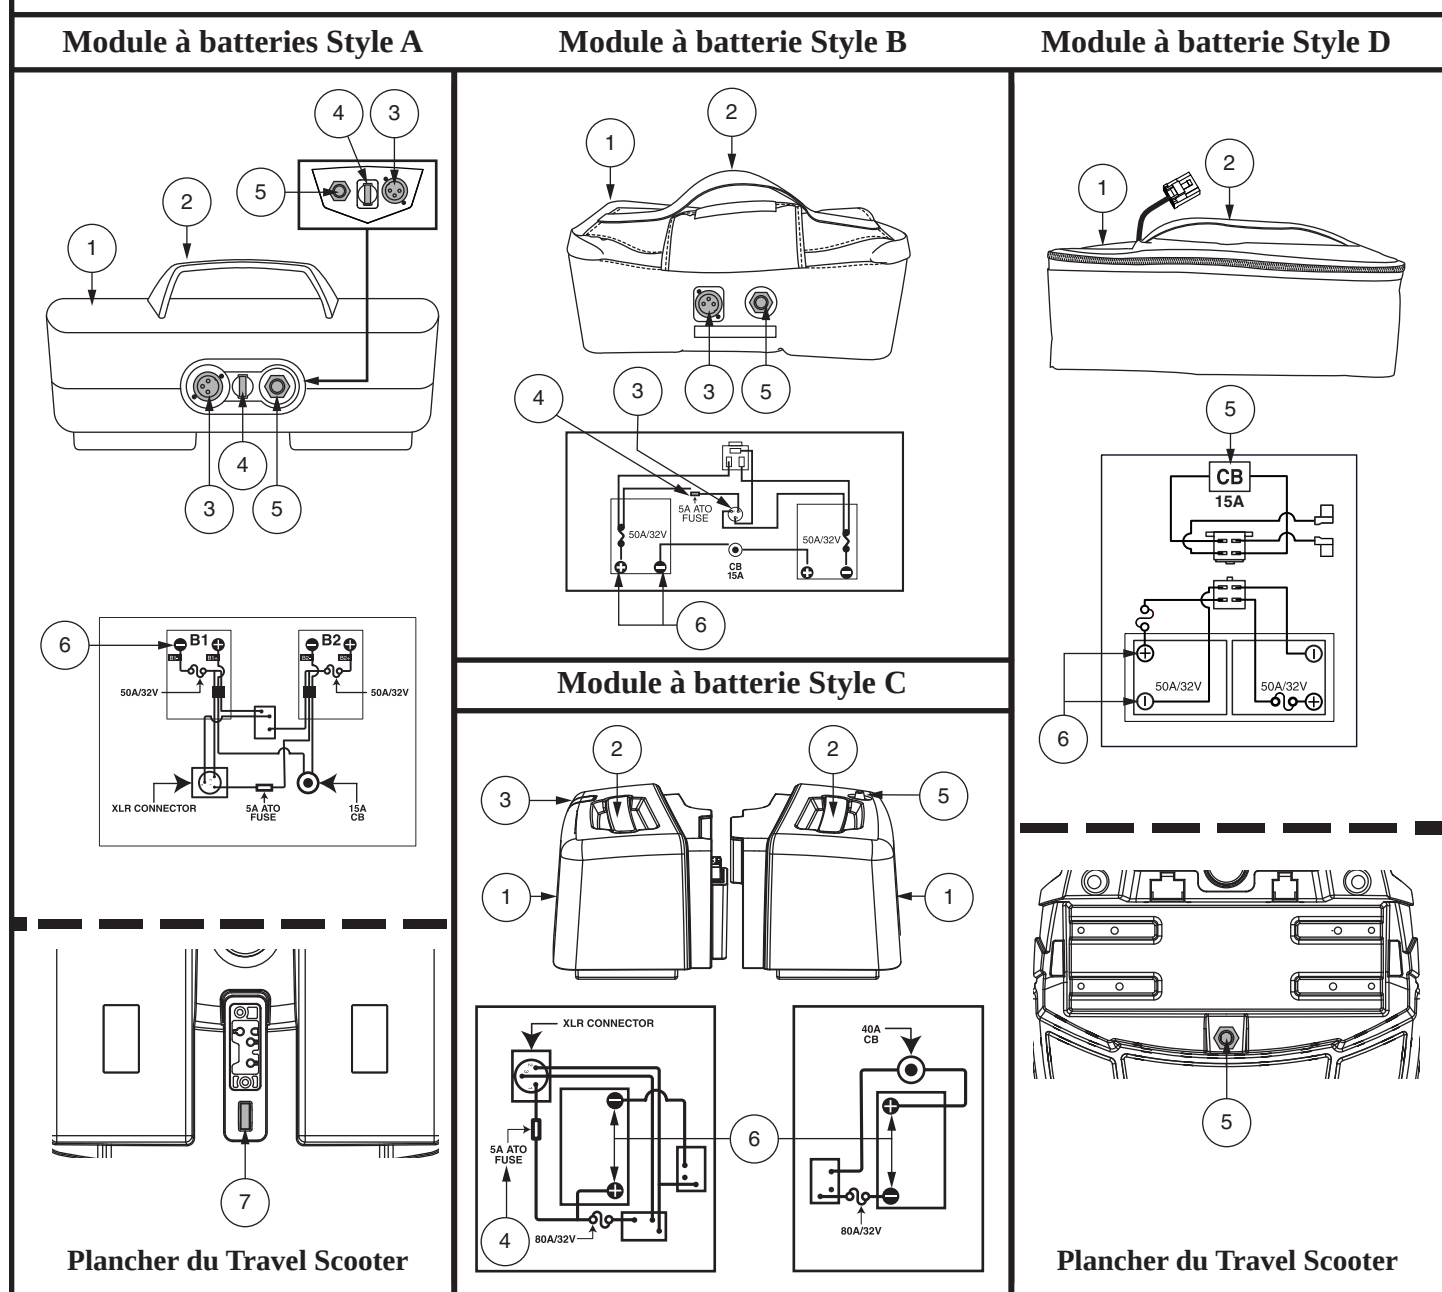

Figure 9. Module à batteries
Lorsque les batteries sont faibles et que la demande est excessive (charge lourde ou pente forte) le disjoncteur peut se déclencher pour éviter d'endommager les composants électroniques et le moteur. **Voir la figure 9.**
Votre Travel Scooter est équipé d'un module à batterie innovateur facilement enlevable. Une poignée située sur le dessus facilite l'enlèvement du Travel Scooter d'une seule main. Le module contient deux batteries, et peut contenir le réceptacle du cordon du chargeur, le disjoncteur du circuit principal (bouton d'enclenchement) et le fusible du module. **Voir les figures 9 et 10.**
Le fusible situé sous le boîtier à batteries protège les composants électroniques de la console. Voir la figure 9. Si la console cesse de fonctionner, vérifiez ce fusible. Voir VII. "Problèmes et solutions" pour les instructions de remplacement.
- Assurez-vous que le fusible du module à batteries est en bon état. **Voir la figures 9 et 10.**